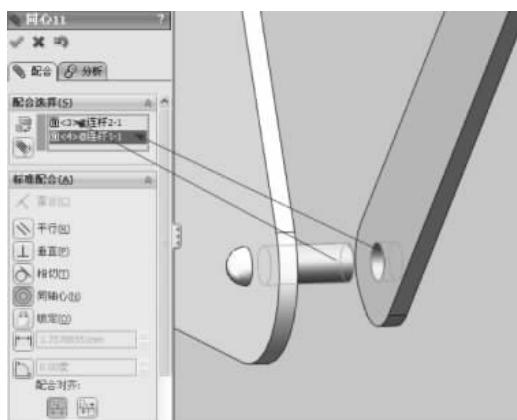

图 3-92 同轴心配合
(6) 继续进行同轴心配合操作,在【配合选择】选项组下的选择框中选择连杆 2 右下方的凸台外圆面和连杆 1 圆孔,如图 3-92 所示。